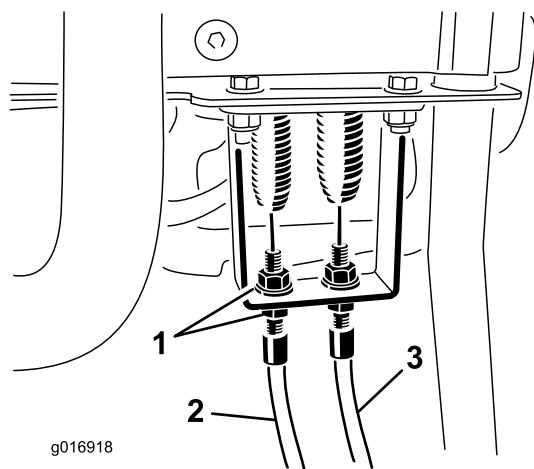
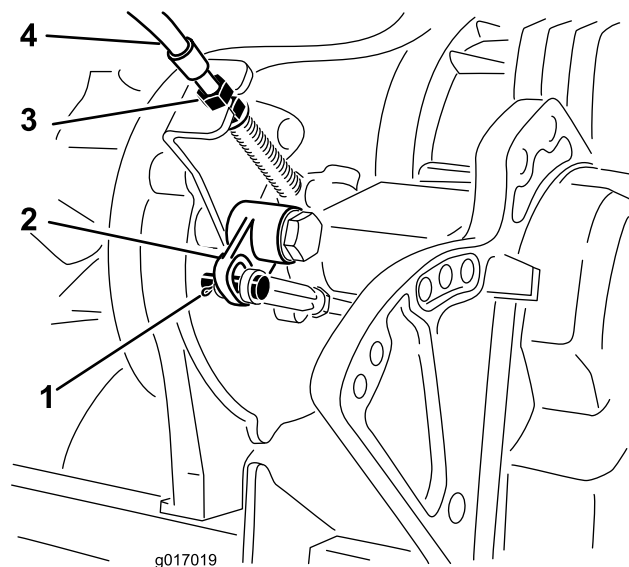

Рисунок 45
Рисунок 46
2. Проверьте наличие слабину в тросике управления тягой у пружины растяжения (Рисунок 45). При наличии слабину отрегулируйте зажимную гайку на переходнике (Рисунок 46) для устранения слабину тросика без растяжения пружины.
7. У переходника трансмиссии (Рисунок 46) отрегулируйте зажимные гайки тросика так, чтобы уменьшить расстояние до изогнутого рычага в соответствии с предыдущим изменением.
8. Во время регулировки тросика у переходника пульта управления отрегулируйте зажимные гайки тросика так, чтобы устранить всю слабину тросика, не растягивая пружину (Рисунок 45).
4. Снимите шплинт и палец с головкой, которые крепят ушко тяги к изогнутому рычагу. Отсоедините ушко от изогнутого рычага (Рисунок 46).
3. На переходнике рукоятки управления ослабляйте тросик управления барабаном, пока на нем не появится слабина (Рисунок 45).